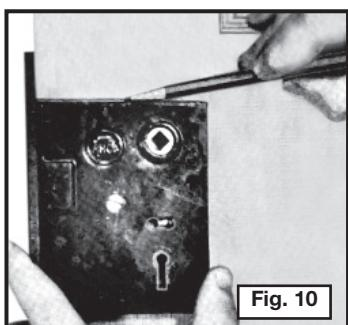

Fig. 10
- Haga una marca en la puerta indicando la parte superior de la caja de cerradura (Fig. 10). Extienda esta marca hasta el canto delantero de la puerta.